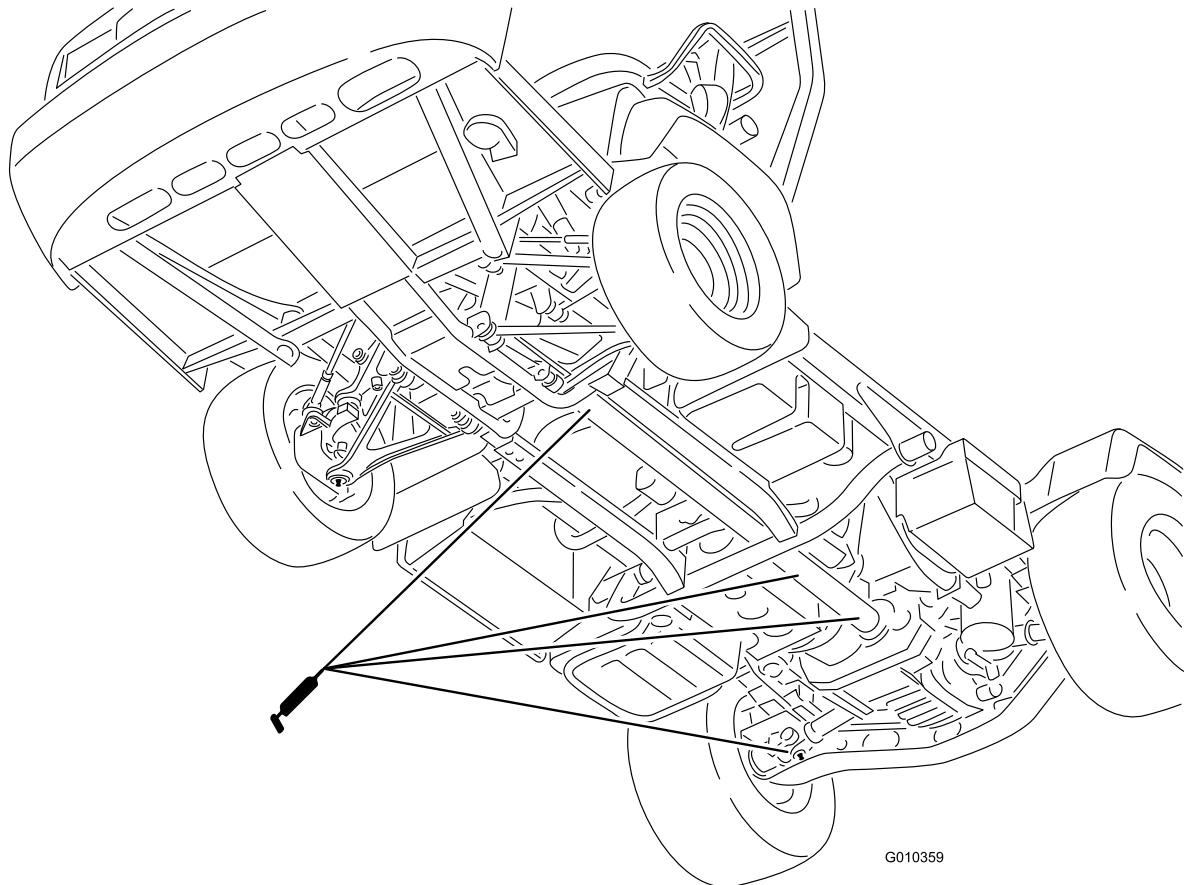

Figure 31
- **Joint de cardan (18); voir Figure 31**
- **Arbre de transmission 4 roues motrices (3); voir Figure 31**